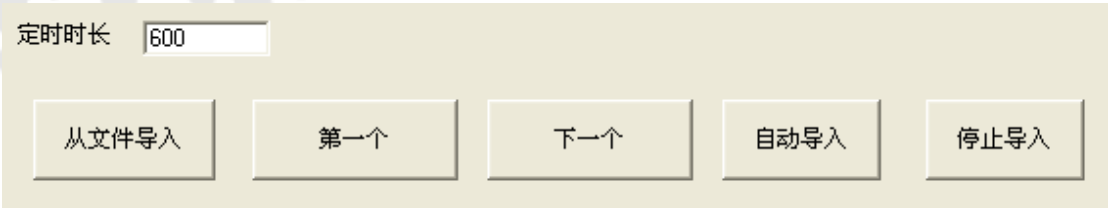

图 18
2. 传感器设置界面右下方有“从文件中导入序列号”按钮如图 18 所示，点击，选择所需要导入的序列号文件，双击。